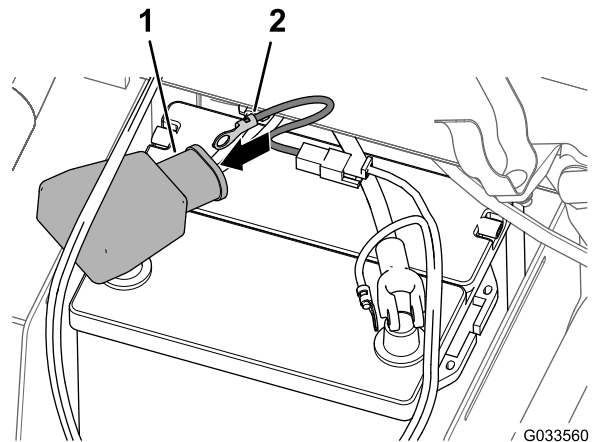

Рисунок 29
4. Проденьте круглую клемму плавкой перемычки (жгут проводов опрыскивателя) через широкую крышку аккумулятора, как показано на Рисунок 29.